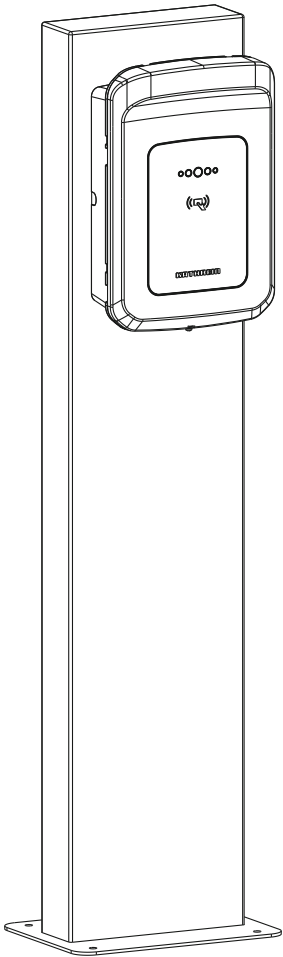

Bild 5
- 7. Führen Sie die Anschlusskabel durch die Kabeldurchführungen und befestigen Sie die Ladestation an der Montageplatte. Dieser und alle weiteren Arbeitsschritte sind in der Bedienungsanleitung für die Ladestation beschrieben (Bild 5).